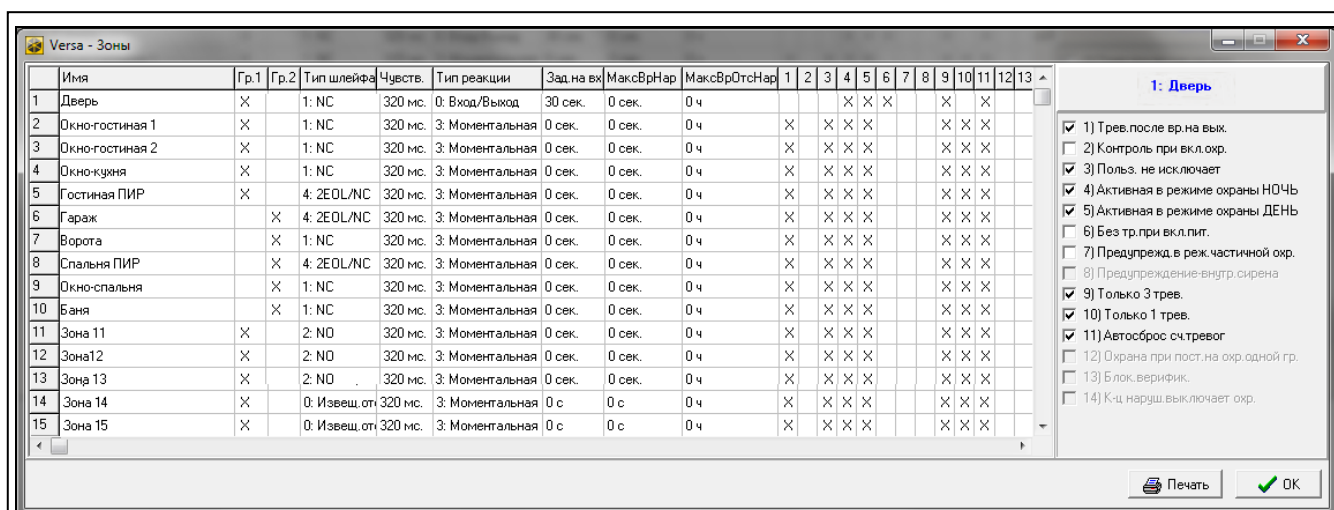

Рис. 8. Программа DLOADX: окно «Versa – Зоны».
– окно «Versa – Зоны» (рис. 8).